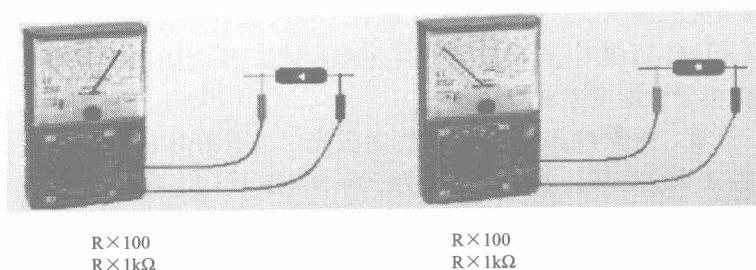

图 1-6 万用表测量二极管
- (1) 二极管的识别主要是看二极管上的标注或字样。
- (2) 利用万用表判别二极管。如图 1-6 所示,将万用表拨到 $R \times 100$ 或 $R \times 1k\Omega$ 电阻挡,用万用表的红、黑表笔分别接触二极管的两个脚,测其正反向电阻,测得的正反向电阻差值越大越好,只要在 50 倍以上就可用。其中,测得阻值小的那一次的黑表笔接触的就是二极管的正极,红表笔接触的就是二极管的负极。